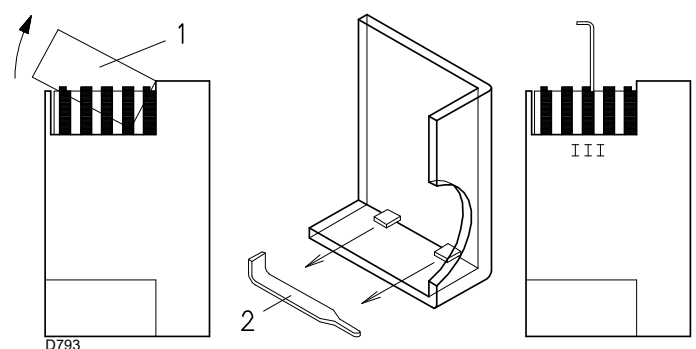

Fig. 29
- Si es necesario disminuirlo, reducir un poco el ángulo de la leva III (Fig. 29) mediante cortos desplazamientos consecutivos, es decir, pasando del ángulo 15° a 13° - 11°....
- Si se desea aumentarlo, pulsar un poco el botón "aumento de potencia" 2)(Fig. 27) (abrir de 10-15° la válvula de mariposa del gas), aumentar el ángulo de la leva III (Fig. 29 mediante cortos desplazamientos consecutivos, es decir, pasando del ángulo de 15° a 17° - 19°....
Si se debe regular la leva III, extraiga la tapa 1)(Fig. 29), introducida a presión, como se indica en la Fig. 29, saque la chaveta 2)(Fig. 29) de su interior e introdúzcala en la incisión de la leva III.